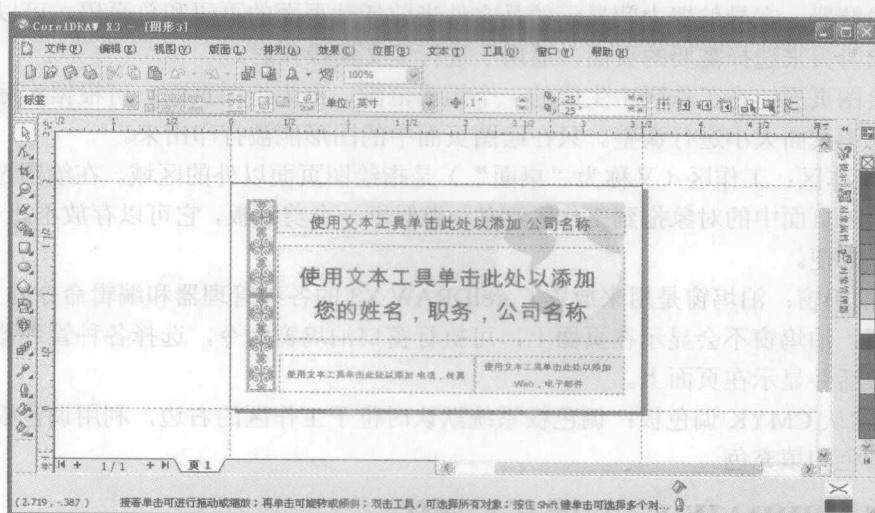

图 1-6 打开模板文档
- 由模板创建：CorelDRAW X3 提供了许多模板，包括信纸、名片、信封、标签、贺卡、Web 网站等模板。可以执行【文件】|【从模板新建】命令创建一个新建文档，其内容与模板相同，但丝毫不会改变原始模板文件。如图 1-6 所示，打开的是一个【商务名片】模板。